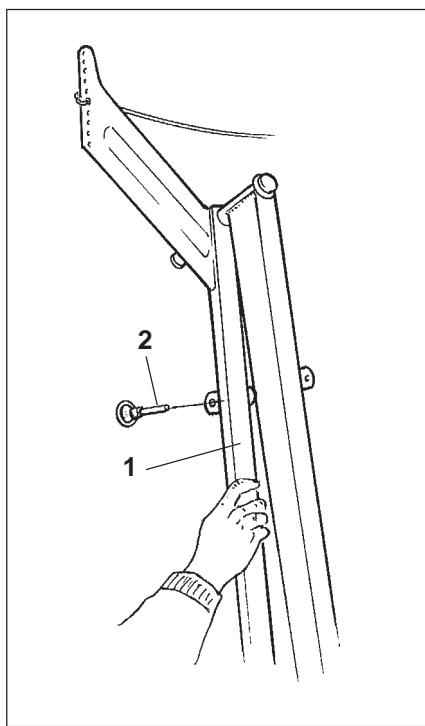

Рис. 10.9
- Крепко держите качающуюся трубу маркера (Рис. 10.9/1) и снимите откидной шплинт (Рис. 10.9/2).